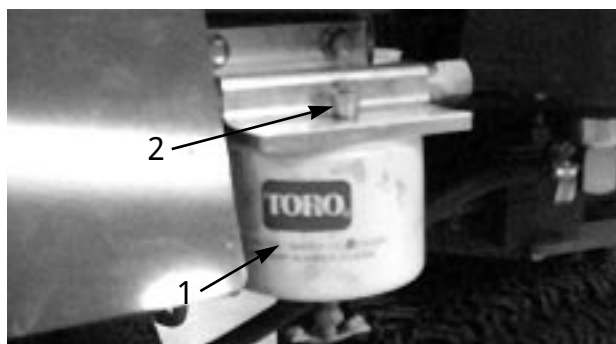

図 35
2. 燃料フィルタ/水セパレータについているエア抜きネジをゆるめる（図35）